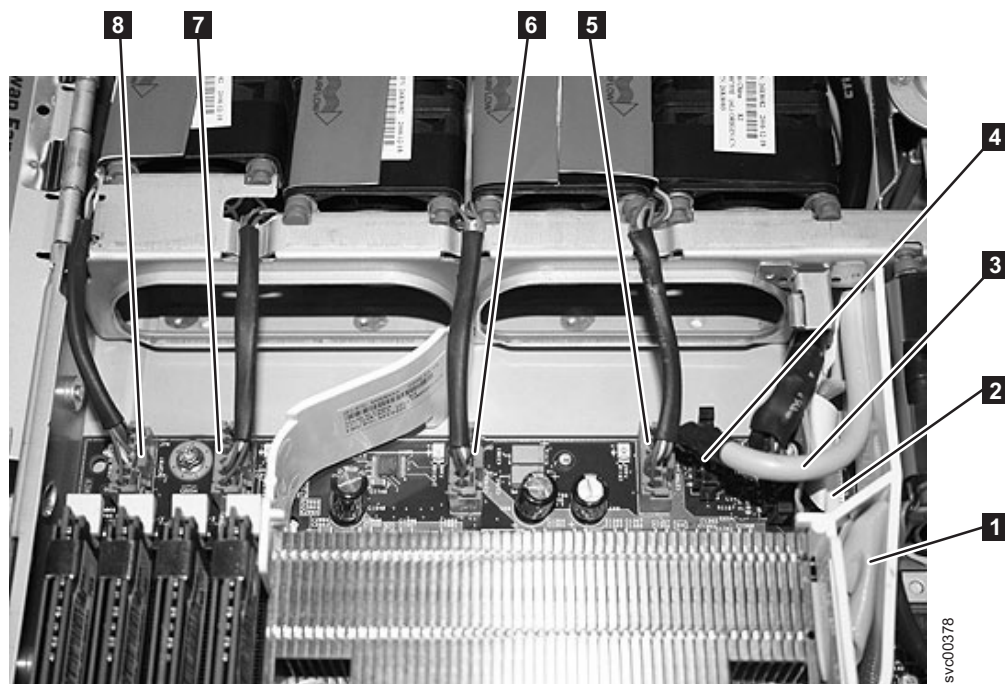

図 236. SAN ボリューム・コントローラー 2145-8G4 システム・ボードの前面右側にあるコネクタ
8. システム・ボードからコネクタを切り離します (661 ページの図 236 を参照)。システム・ボードの前面右側から、以下を取り外します。